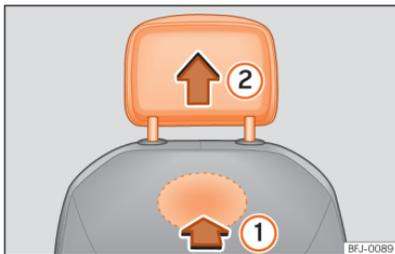

Abb. 98 Kopfstütze vorne ausbauen.
- Lokalisieren Sie zum Entriegeln der Kopfstütze die Aussparung im markierten Bereich auf der Rückseite der Sitzlehne und drücken Sie in Pfeilrichtung »» (Abb. 98) ①.
- Ziehen Sie die Kopfstütze in Pfeilrichtung ② heraus.